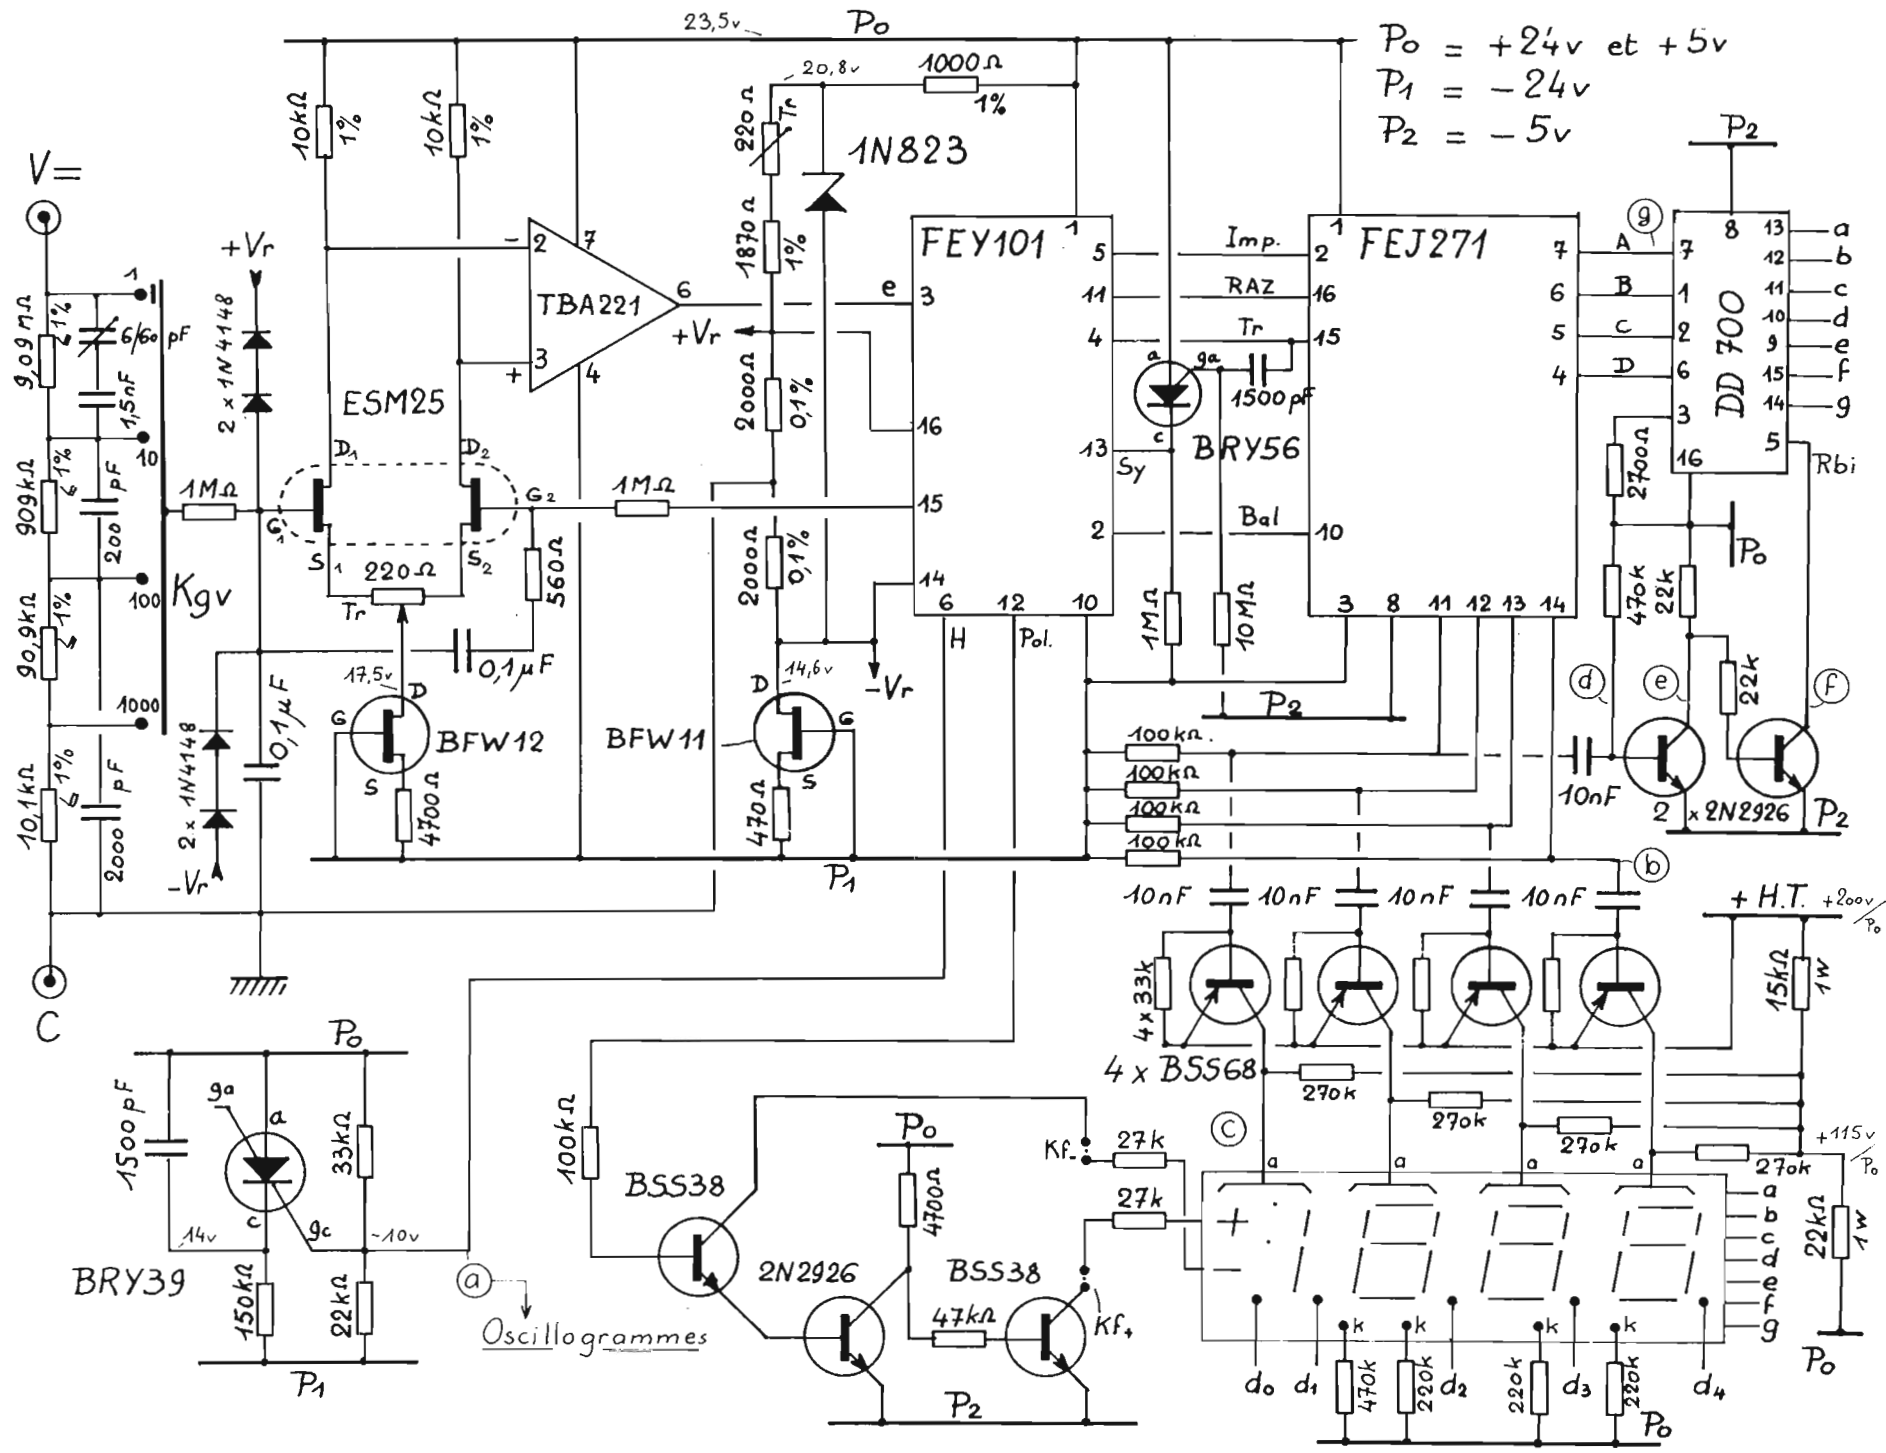

Fig. 13. - Schéma du voltmètre continu.
ON trouve en figure 13, le schéma détaillé de la partie « volts continus »; cette partie constituant le cœur du D.M.M. 1038.
- En volts et intensités continus, le câblage est celui de la figure 13.